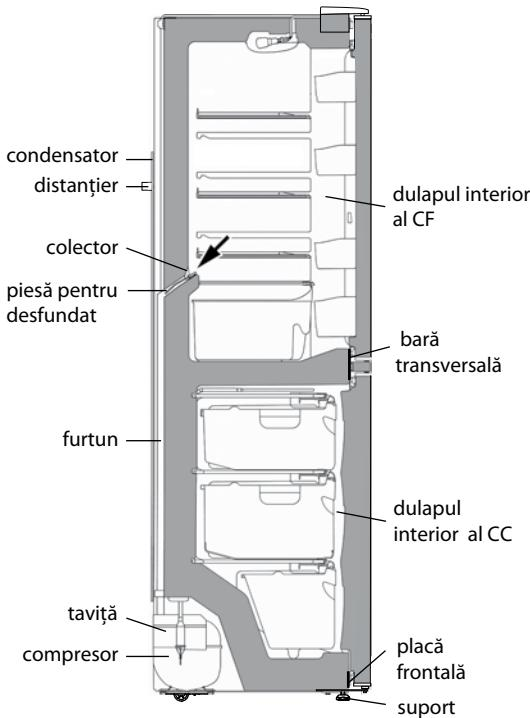

Figura 6 – Schema scurgerii apei rezultate în urma topirii din CF
2.2.1 În CF se folosește un sistem automat de dezghețare. Bruma, care apare pe peretele din spate a CF, după deconectarea compresorului care lucrează în ciclu, se topește și se transformă în picături de apă. Picăturile de apă rezultată în urma topirii se scurg în colector, apoi prin gaura acestuia și prin furtun - în taviță de pe compresor, în conformitate cu figura 6 și se evaporă.
Prezența apei în colector indică înfundarea sistemului de drenaj. Pentru eliminarea înfundării folosiți piesa corespunzătoare și curătați gaura colectorului, astfel ca apa să se scurgă liber în taviță, apoi spălați piesa și instalați-o în conformitate cu figura 6.
Apa care a apărut pe fundul CF sau care a ajuns în locul de alăturare a barei transversale și a dulapului interior al CF, în conformitate cu figura 6, poate provoca coroziunea dulapului exterior al frigiderului și elementelor agregatului frigorific, defectarea izolației termice, formarea crăpăturilor dulapului interior și defectiunea frigiderului.